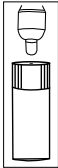

Figura 3B
- 3. Sistemare velocemente la punta della sonda vicino al forellino (vedi figura 3B), finché non si sente l'allarme. Ciò indica che l'apparecchio funziona regolarmente. Risigillare la fiala con il tappo di vinile precedentemente rimosso, e riportarla nell'astuccio.